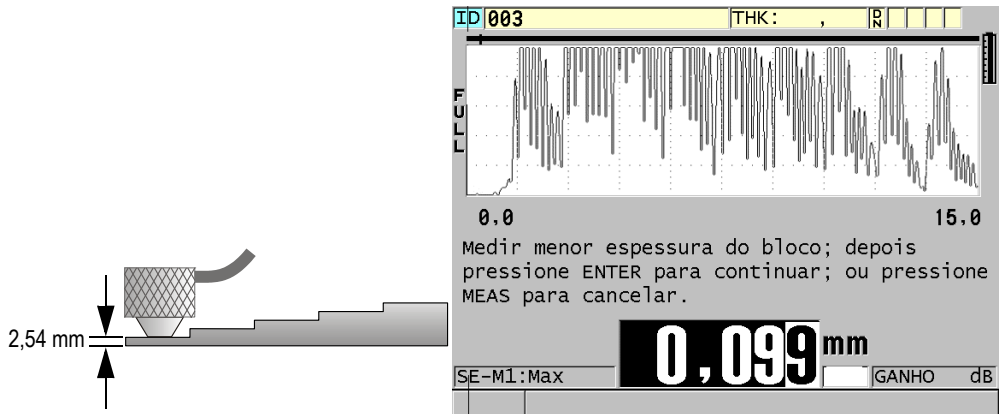

Figura 5-5 Realizar a calibração do zero em um bloco de teste de cinco degraus
2. Para realizar a calibração do zero (veja Figura 5-5 na página 77):